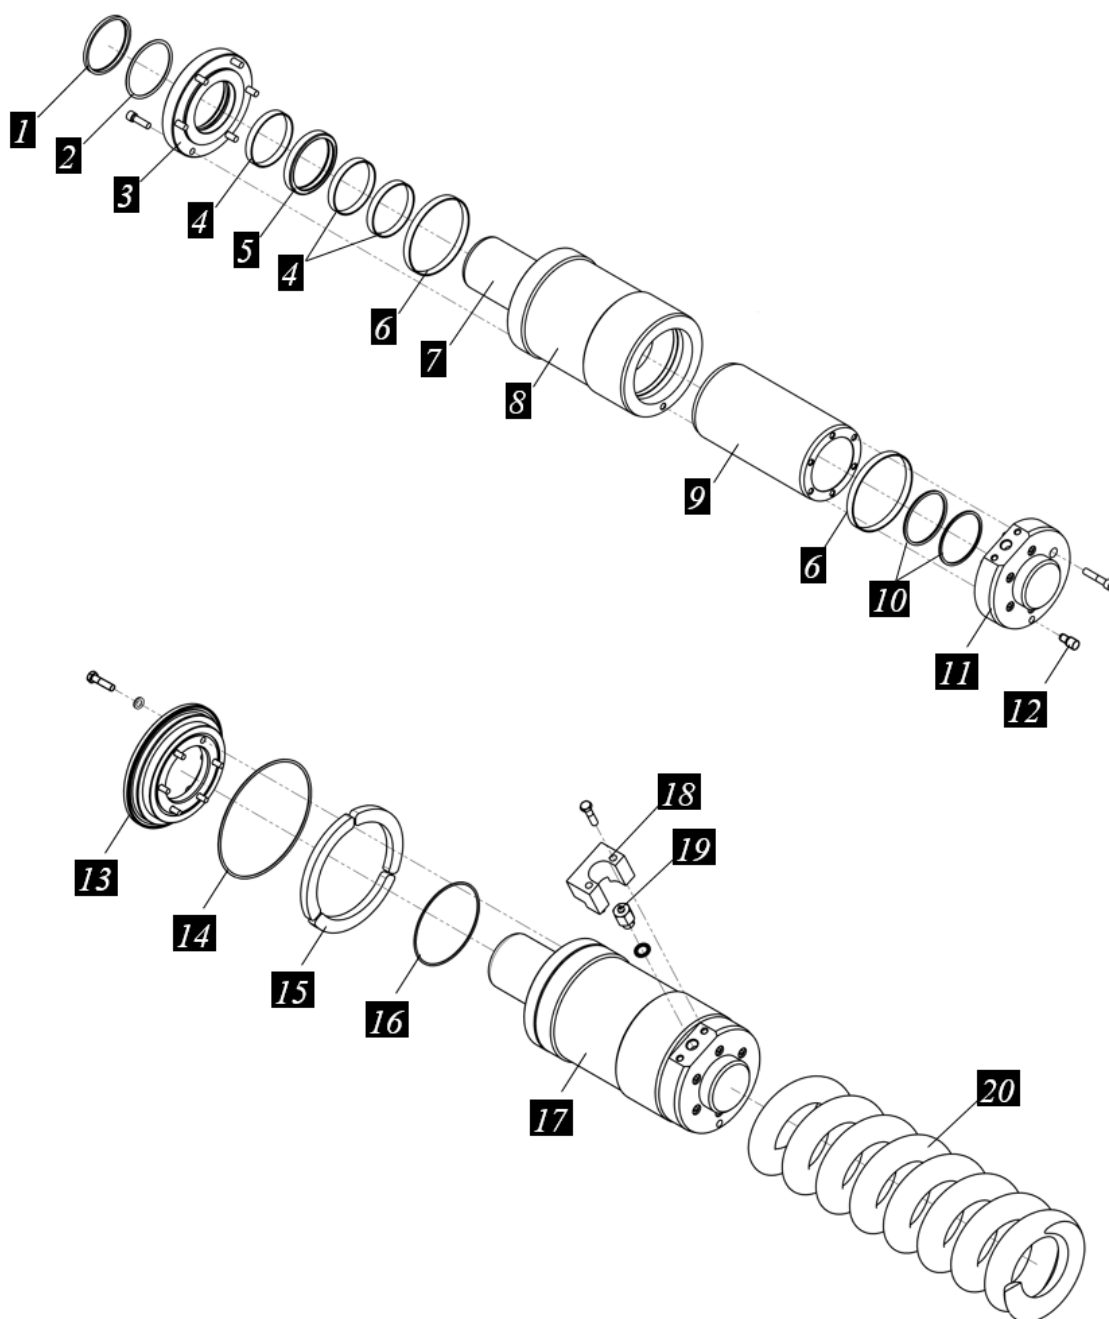
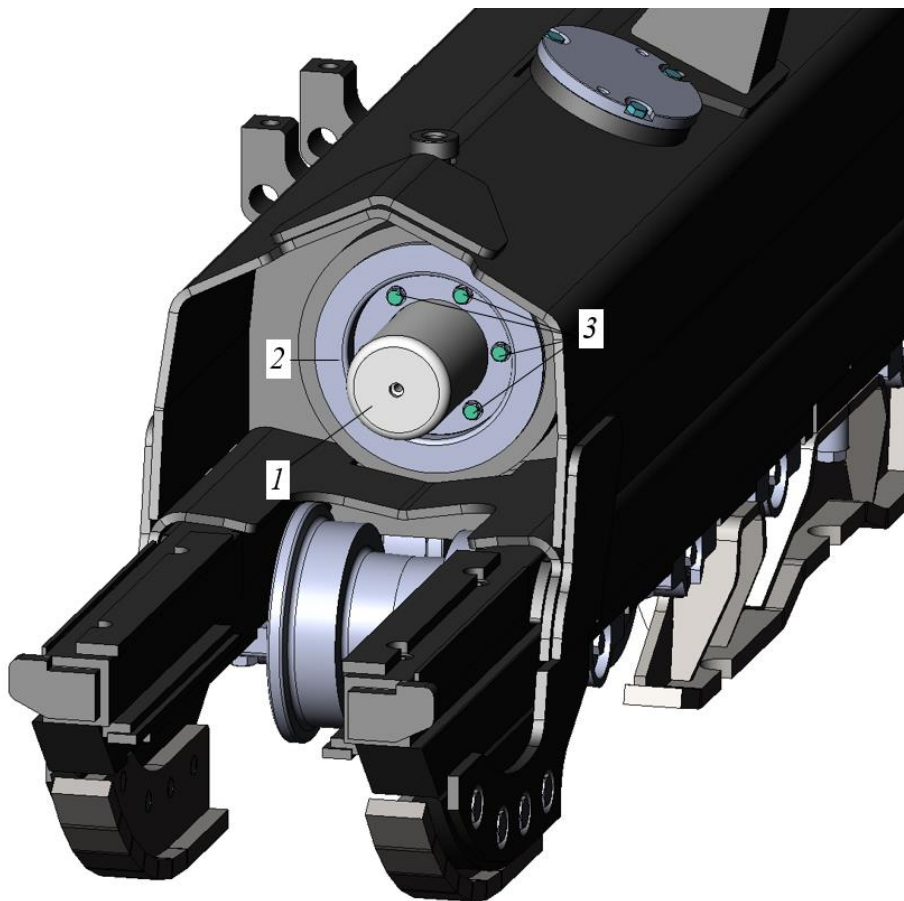

Рисунок 12.10. Механизм натяжения и сдавания (в разнесенном виде)
Рисунок 12.17. Демонтаж крышки
- ▶ Выжать шток 1, рис. 12.17, вовнутрь, пока он не станет выступать примерно на 50 мм из гильзы, поз. 8, рис. 12.10.